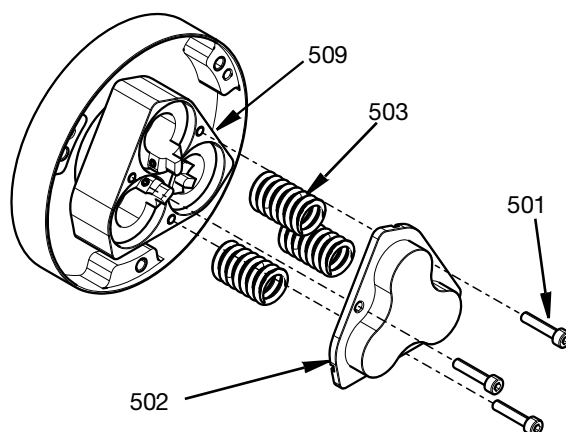

FIG. 10
2. Para aceder às hastas das válvulas de corte (512) e pistões (506), primeiro remova uniformemente os três parafusos M4 (501). A tampa do cilindro (502) juntamente com as molas (503) pode então ser removida. Consulte a FIG. 10.